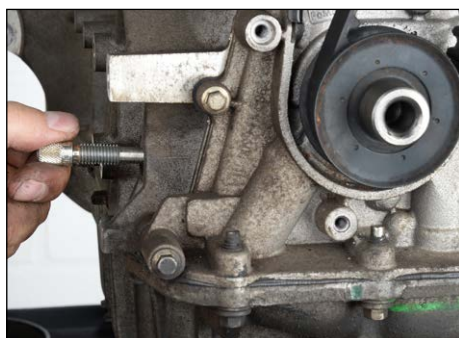

Fig. 3
2. Schroef de bovenste linkse schroef van de oliecarter en breng het blokkeerwerk tuig van de krukas aan OE (303-748), Tool Box V04/16 (Fig. 3, 4 en 5). Draai de krukas langzaam tot tegen het blokkeerwerk tuig.